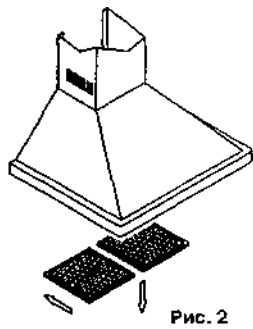

Рис. 2
2. Нажмите на ручку металлического жирового фильтра по направлению к нижней части аппарата, пока он не выйдет из своего гнезда, затем извлеките его движением вниз (рис. 2).
Перед заменой лампы убедитесь, что аппарат не находится под напряжением. Снимите решетку жирового фильтра (рис. 2), замените лампу, используя лампу с шарообразным утолщением с цоколем E14 40 Вт. Снова установите решетку жирового фильтра.
В зависимости от частоты использования и в любом случае через каждые три месяца жировые металлические фильтры нужно вынимать (рис. 2) и мыть в посудомоечной машине или горячей водой обычным моющим средством для посуды. После того, как Вы тщательно помыли и вытерли фильтры, установите их на место в соответствующее гнездо.